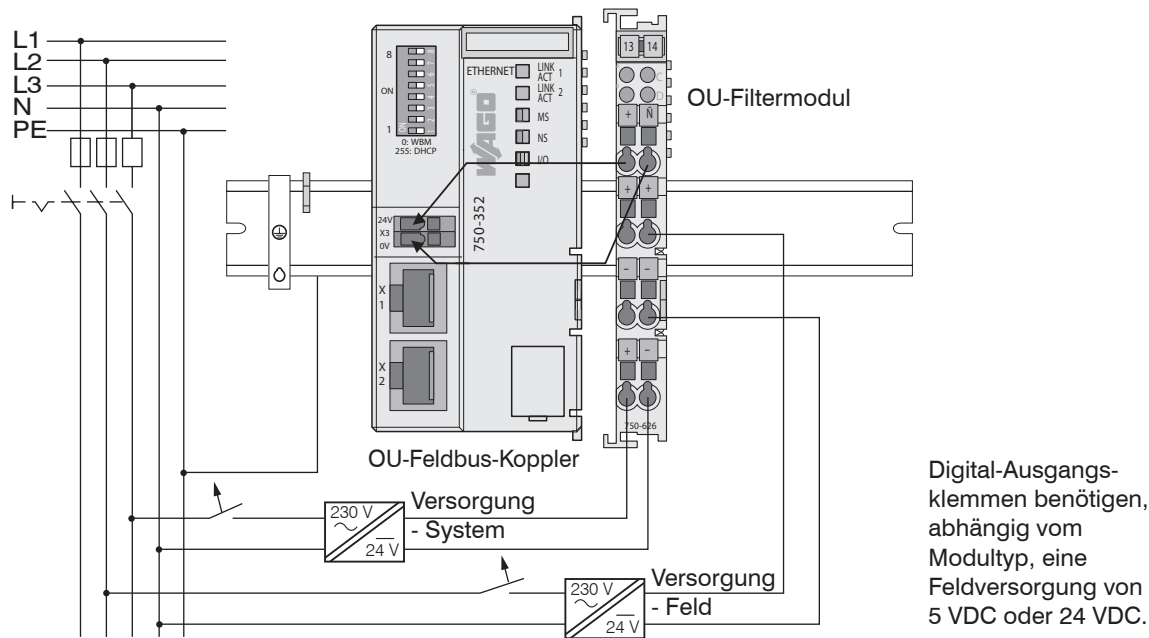

Abb. 39 Getrennte Netzteile für die System- und die Feldversorgung (Ethernet)
- ➡ Verbinden Sie die Kontakte „Systemversorgung (out)“ des OU-Filtermoduls mit den Kontakten „Systemversorgung (in)“ des Feldbuskopplers (0 V und 24 V, siehe Abb. 39).
- ➡ Verbinden Sie die Systemversorgung (in) des OU-Filtermoduls mit der Spannungsversorgung (0 V und 24 V, siehe Abb. 39).
- ➡ Verbinden Sie die Feldversorgung (in) des OU-Filtermoduls mit der Spannungsversorgung (0 V und 5 V/24 V, siehe Abb. 39).